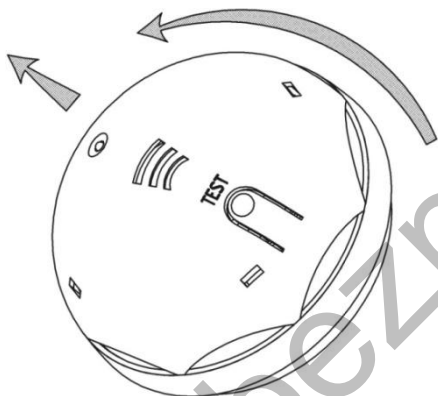

Рис.4 Отсоединение сигнализатора
5.4.3 Отсоединить сигнализатор от основания поворотом его против часовой стрелки (смотреть рис.4).